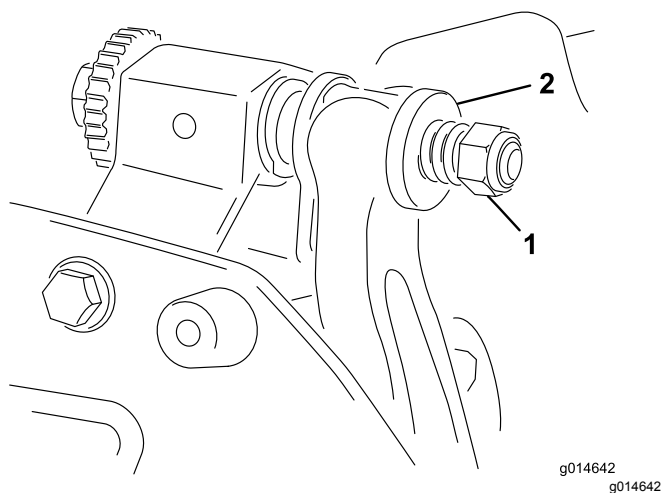

図 25
5. スプリングがつぶれるまでテンションナットを締め、そこから半回転戻す (図 25)。